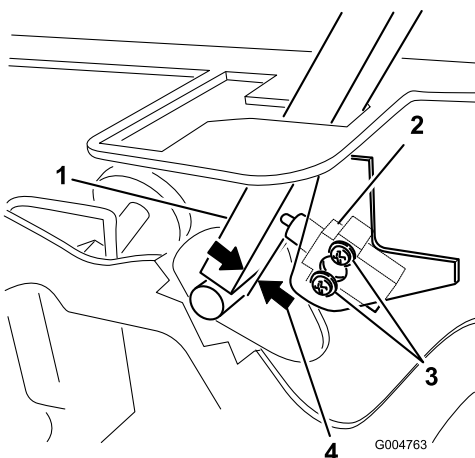

Bild 59
3. Lösen Sie die zwei Schrauben, mit denen der Sicherheitsschalter befestigt ist (Bild 59).
4. Halten Sie den Fahrtriebshebel gegen den Rahmen und schieben Sie den Schalter zum Hebel, bis der Abstand zwischen dem Hebel und dem Schaltergehäuse 0,4 bis 1 mm beträgt (Bild 59).